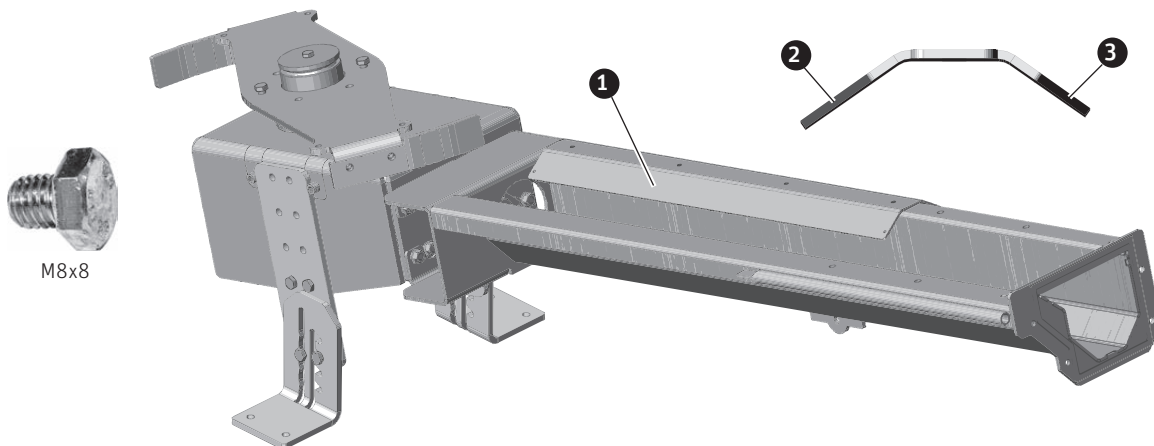

Fig.125 Einlaufblende montieren
- ▶ Die Einlaufblende am Austragungsschacht ist mit Sechskantschrauben M8x16 vormontiert – Fig.125.